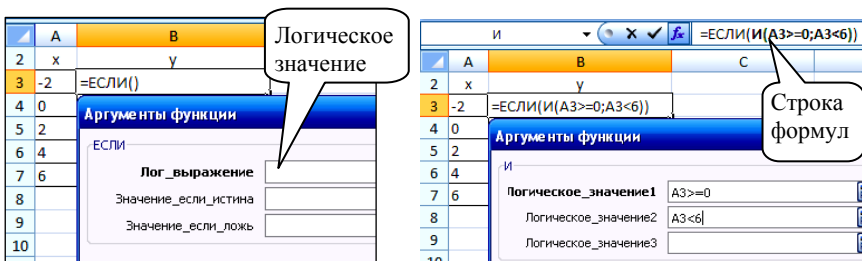

Рис. 3.8. Поле *Логическое выражение*
2. Когда курсор находится в поле *Логическое выражение*, вызывать функцию **И**, в которой указать в качестве логического значения 1 условие  $x \geq 0$ , в качестве логического значения 2  $\rightarrow x < 6$ , и **не закрывать** окно функции **И** (рис. 3.8).